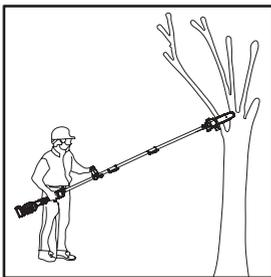

Fig. 45
1. Asegúrese de retirar la cubierta de la espada (24) y de montar la batería (40) antes de poner en funcionamiento.
2. Si es necesario, monte el alargador (5) para un mayor alcance.
3. Siempre sujete bien el producto con ambas manos, una en la empuñadura principal (11) y la otra en la empuñadura auxiliar (7). No utilice el producto con una sola mano (Fig. 45).